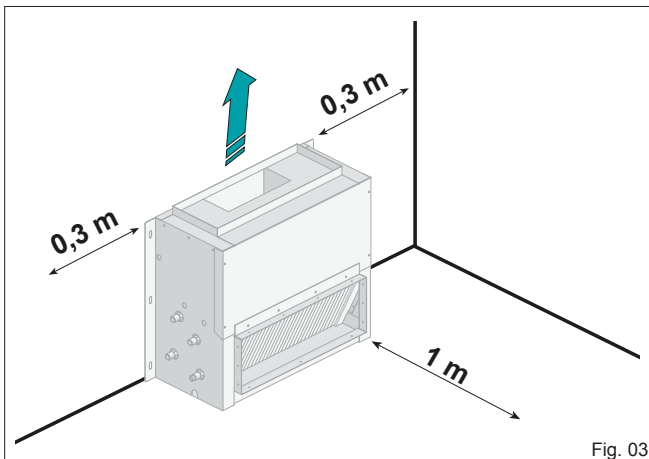

Fig. 03
- 1) Installationsplatsen har tillräckligt utrymme för installation, rutinkontroller och servicearbeten samt även extraordinära arbeten (se fig. 03).